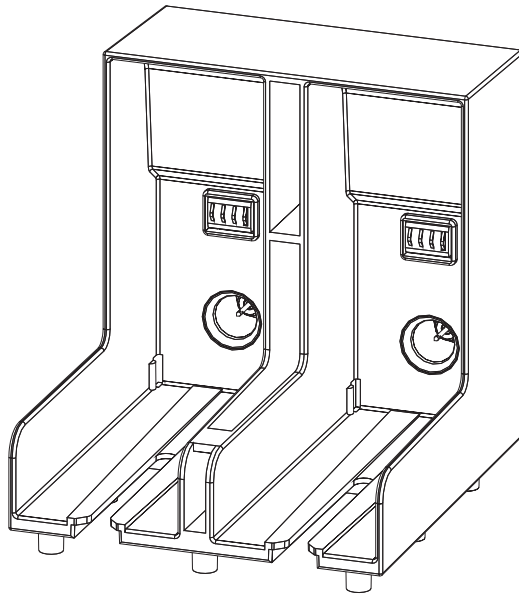

Figura 6-3: Ranhura do suporte do cartucho
- 5 Insira o cartucho de tinta no respectivo suporte, alinhando a cavilha do cartucho com a ranhura do suporte correto (Figura 6-3 na página 6-4).